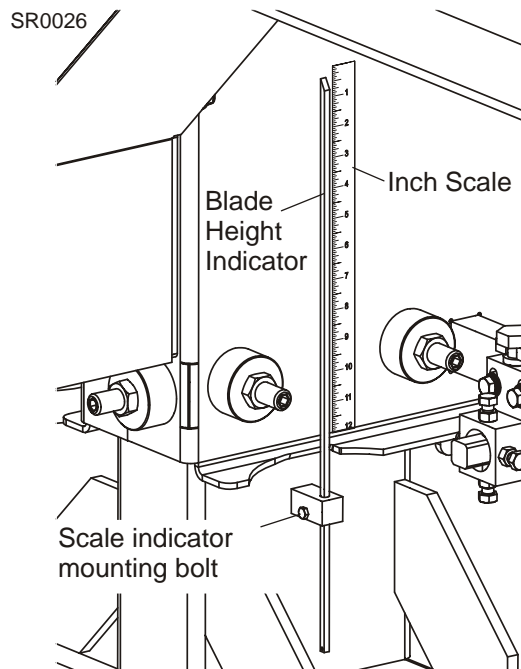

FIG. 5-20
**Voir Figure 5-20.** Desserrez le boulon de montage de l'indicateur. Ajustez l'échelle de l'indicateur vers le haut ou vers le bas jusqu'à ce que l'indicateur soit aligné avec le bon repère de l'échelle (+0 -1/32 [0,8 mm]). Resserrez les boulons de montage de l'échelle.